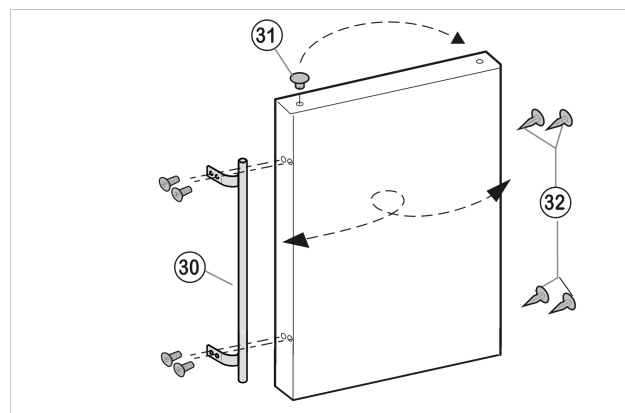

Fig. 20
- Retire el tapón Fig. 20 (31) del casquillo de cojinete de la puerta y cámbielo de sitio.
- Desmonte el tirador de la puerta Fig. 20 (30) y los tapones Fig. 20 (32) y cámbielos al lado opuesto.